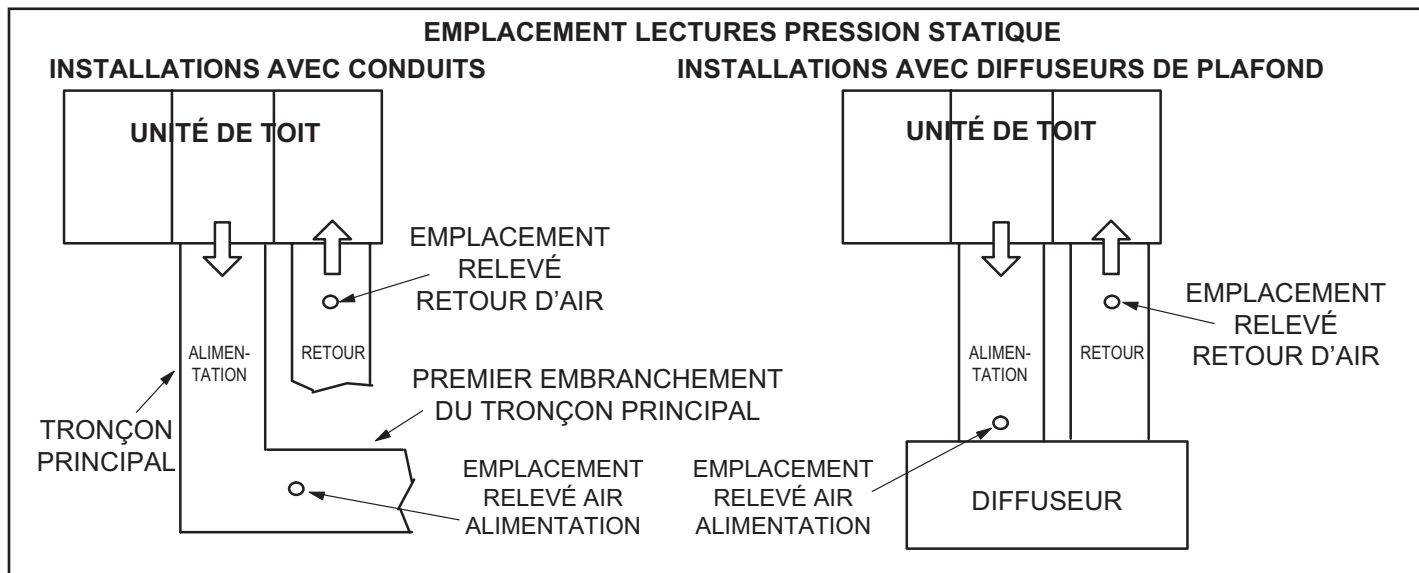

FIGURE 13
- 2 - Avec tous les panneaux d'accès en place, mesurez la pression statique à l'extérieur de l'unité (depuis l'alimentation jusqu'au retour). Les données de rendement du ventilateur sont basées sur les mesures de pression statique réalisées aux endroits indiqués à la FIGURE 13.